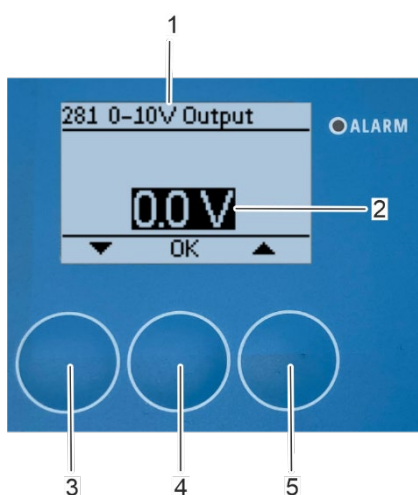

Figura 143: Configuración de la señal de salida de tensión a 0 V
⇒ Entonces aparecerá en pantalla el submenú «281 Salida 0-10 V» (Figura 143/1).
6. Restablezca la señal de tensión a 0 V (Figura 143/2) mediante los botones de flecha [arriba] (Figura 143/5) y [abajo] (Figura 143/3).
7. Confirme la selección pulsando [Aceptar] (Figura 143/4).